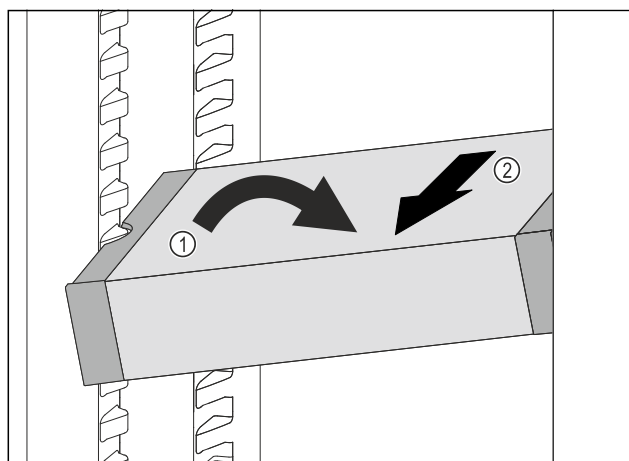

Fig. 113
- ▶ 在冷藏区中倾斜 VarioSafe。Fig. 113 (1)
- ▶ 向前取出 VarioSafe。Fig. 113 (2)